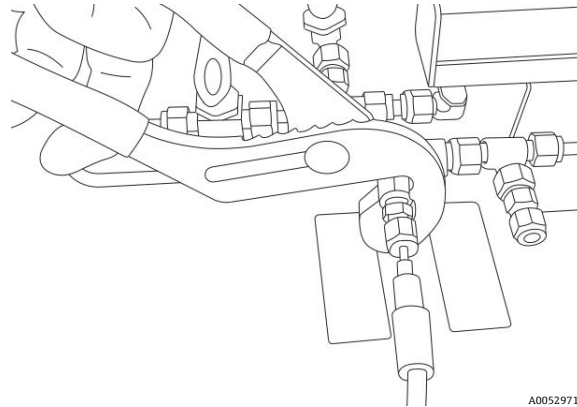

Abbildung 12. Montage der RTD-Sonde
2. Swagelok-Mutter mit einem 7/16 in. Gabelschlüssel oder Rollgabelschlüssel festziehen. Siehe Abbildung 12.